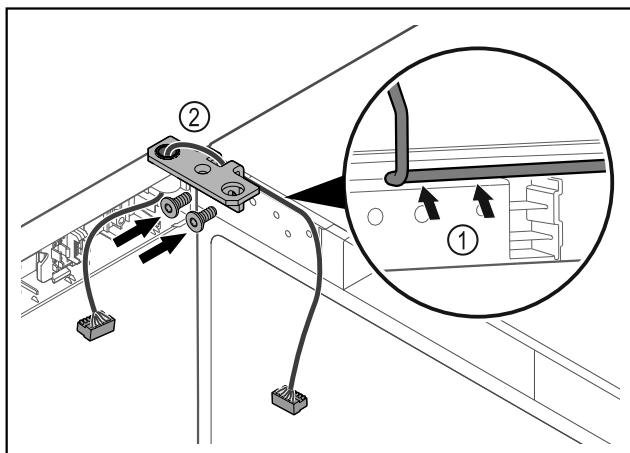

Fig. 41
- Вкарайте кабела през прореза на ъгъла на пантата и го положете внимателно Fig. 41 (1).
- Завинтете ъгъла на пантата Fig. 41 (2).